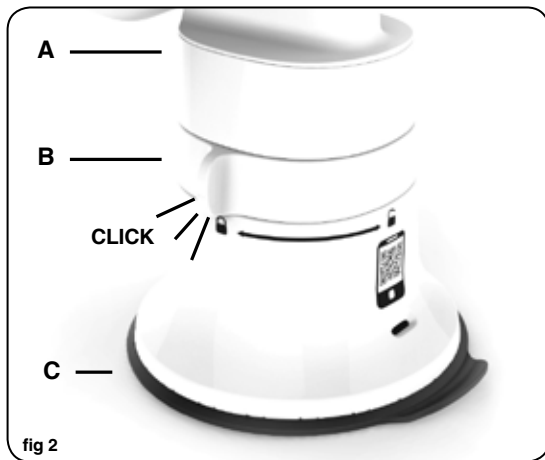

fig 2
3. Pour fixer le pied sur le plan de travail et verrouiller la partie supérieure sur le pied, faites pivoter la bague (b) en position verrouillée. Vous entendez un clic. Vérifiez que les deux parties sont bien solidaires (fig. 2).